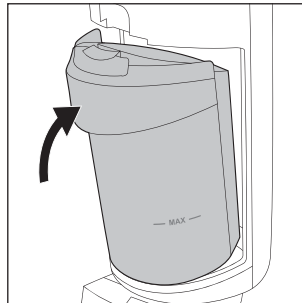

Fig. 30
- ♦ Volte a fixar o reservatório de água suja **2** no aparelho, inserindo primeiro a base do reservatório de água suja **2**. Em seguida, desloque o reservatório de água suja **2** na direção do aparelho, até o reservatório de água suja **2** encaixar de forma audível no aparelho (ver fig. 30).